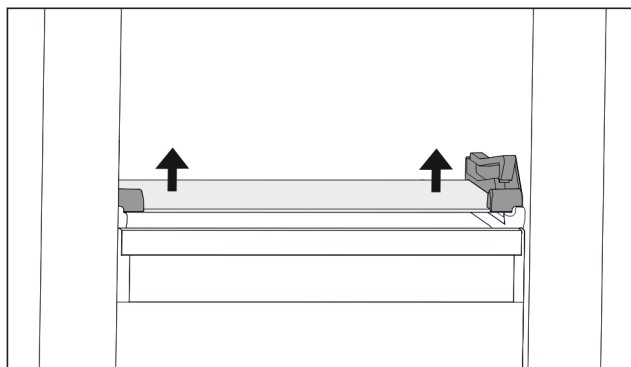

Fig. 70 Glasplatte des abklappbaren Schubfachs
- ▶ Glasplatte von unten beidseitig nach oben drücken. (zie Fig. 70)